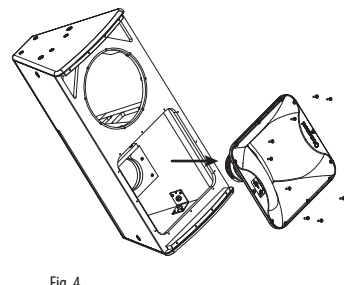

Fig. 4
5. ホーンをエンクロージャーに固定しているホーン固定ネジを外し、ホーンとコンプレッションドライバーアセンブリを持ち上げます (図 4)。(サービスまたは交換に必要な場合は、圧縮ドライバーからケーブルを外し、後で再接続できるように極性をメモしておきます。)
11. ホーン固定ネジを元に戻し、締めてホーンをエンクロージャーに固定します (図 4)。